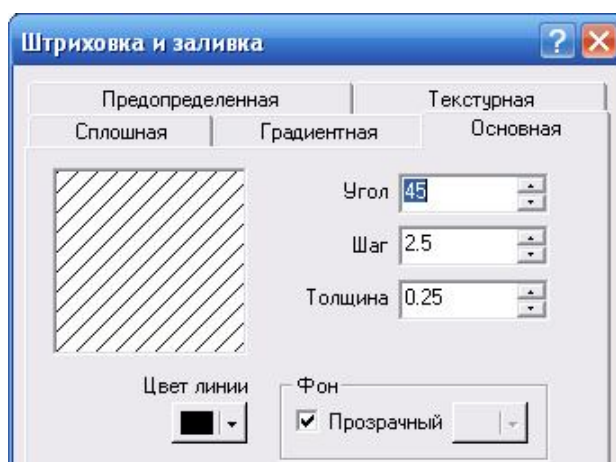

Рис. 1.8. Диалог Штриховка и заливка
8) Выполняем штриховку. Вызываем команду Рисовать – Штриховка – По точке. Выполняем щелчок в любой точке, расположенной внутри штрихуемой области. Выполняем щелчок Правой кнопкой мыши. Появляется диалог, показанный на рис. 1.8.